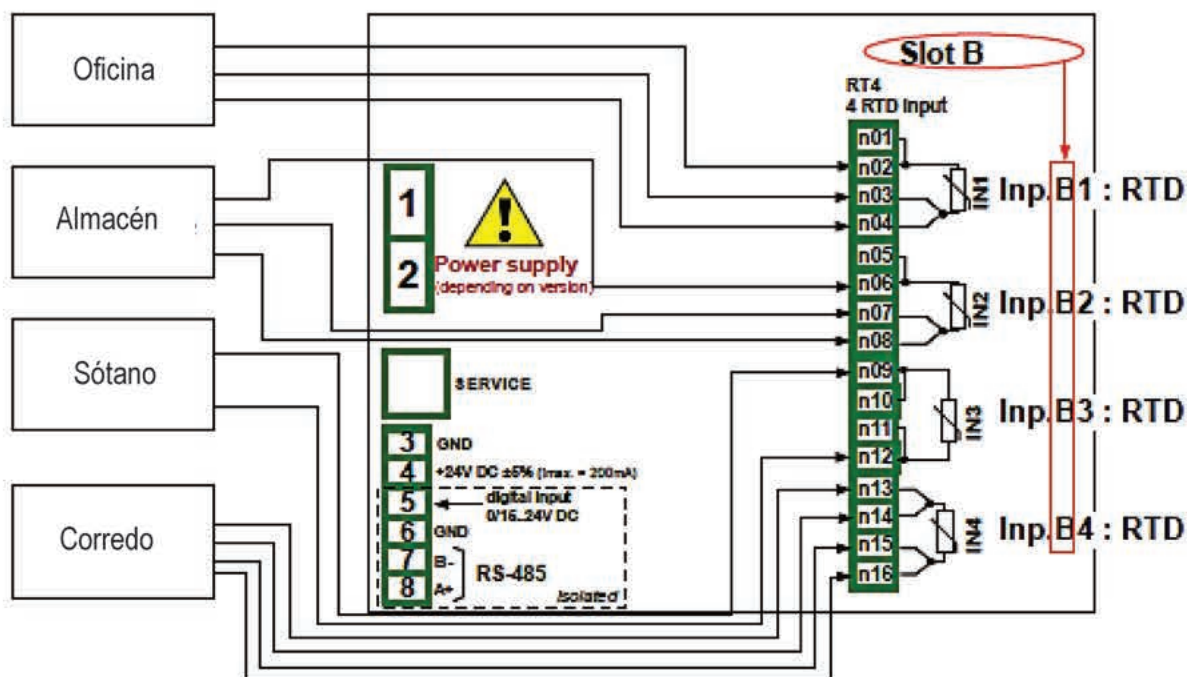

Fig. 7.71. Diagrama esquemático para el módulo RT4
Antes de medir la temperatura, el usuario debe configurar el dispositivo y luego conectar los sensores como se muestra en la **Fig. 7.71**.
- Parámetro **fuelle** establecido como **Ent. B1: RTD** (ver la conexión en la Fig. 7.71),